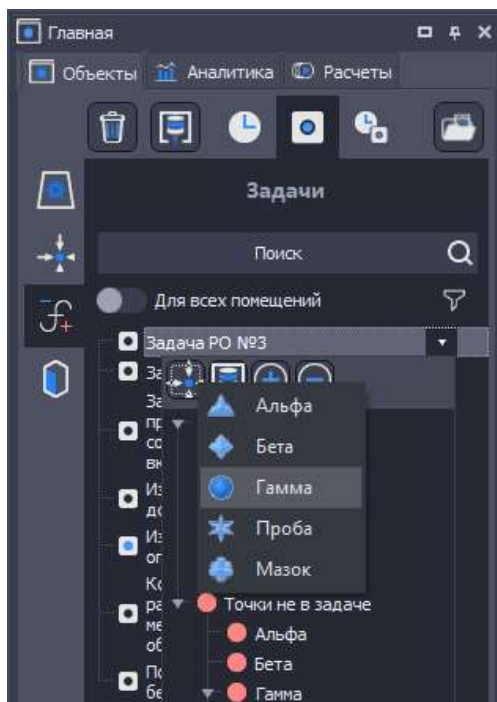

Рисунок 8.10 – Выбор вида или способа измерения при создании новой точки.
- выбрать вид или способ измерения (см. рис. 8.10);